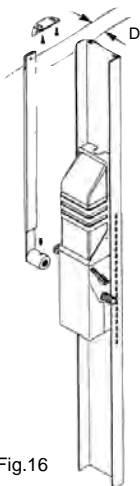

Fig. 16
1. Se la basculante non è predisposta, fissare le squadrette di supporto superiore come in Fig. 16 tramite viti autofilettanti adatte (rispettare le quote di Fig. 9).
1. If the overhead garage door has not been so designed, fix the top supporting brackets as shown in Fig. 16 with suitable self-threading screws (maintain the measurements given in Fig. 9).
3. Weld the telescopic arms to the driving shaft (N.B.: if the shaft support is sustaining the telescopic arm's pin, insert the shim ring as shown in Fig. 16).
1. Si la porte basculante n'est pas préparée pour le montage, fixer les équerres de support supérieure comme sur la Fig. 16 avec les vis-taraud appropriées (respecter les mesures de la Fig. 9)
2. Couper les deux composants des bras télescopiques (Fig. 16) en respectant les mesures de la Fig. 10
1. Si la puerta basculante no se halla predispuesta, fijar las escuadras de soporte superior tal como indica la Fig.16, utilizando tornillos autorrosca adecuados (respetar las cotas de la Fig.9).
1. Wenn das Schwingtor nicht vorbereitet ist, die oberen Haltewinkel mit Hilfe von entsprechenden selbst-schneidenden Schrauben wie in Abb. 16 befestigen (die Maße der Abb. 9 einhalten).